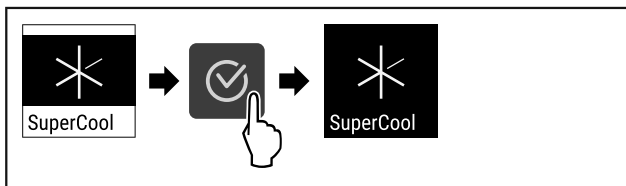

Fig. 73
- ▶ Hajtsa végre a művelet lépéseit (lásd Fig. 73).